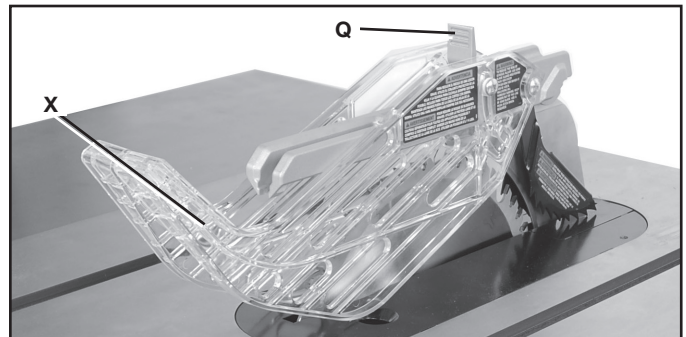
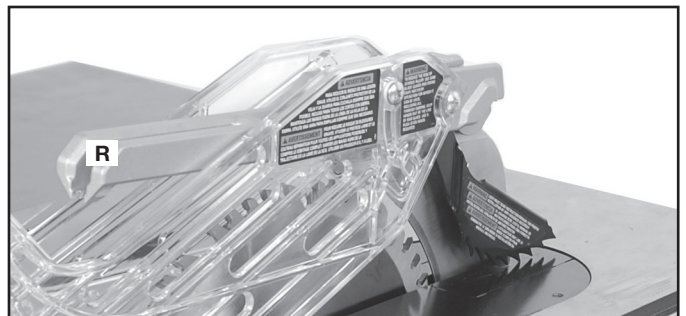

FIG. 13
FIG. 14
1. Tout en maintenant l'ensemble protège-lame (N) en position verticale, glisser la broche d'emplacement (O) dans la fente du couteau séparateur (P) en centrant le couteau séparateur sur l'encoche en forme de « V » dans le dispositif de protection du haut.
2. Tourner l'ensemble protège-lame vers l'avant de la scie tout en gardant la broche (O) dans le haut de la fente du couteau séparateur. Tourner jusqu'à ce que l'ensemble protège-lame soit parallèle à la table. Consulter la fig. 13.
3. Tout en retenant l'avant de la partie métallique du dispositif de protection (X) pour qu'il ne lève pas, presser le levier de blocage du protège-lame (Q) fig. 13 jusqu'à ce qu'il s'enclenche en position verrouillée, comme l'illustre la fig. 14. Vérifier que le dispositif de protection est verrouillé sur le couteau séparateur en tirant sur le dispositif de protection à (R) fig. 14. Si le dispositif de protection n'est pas verrouillé, le levier de blocage du protège-lame saute en position déverrouillée, comme l'illustre la fig. 13.
1. Faire monter le levier de blocage de l'ensemble protège-lame (Q) fig. 13 en position déverrouillée.